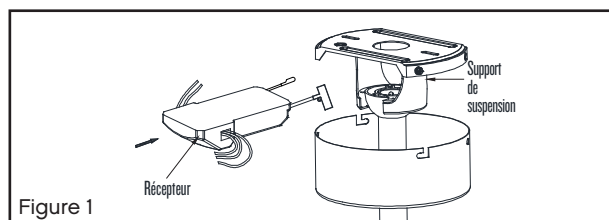

Figure 1
**1** Insérez le récepteur dans le support de suspension au plafond, le côté plat du récepteur faisant face au plafond. (Figure 1) Pour obtenir des résultats optimaux, assurez-vous que l'antenne noire et l'antenne Wi-Fi, à l'extrémité du récepteur, restent déployées et ne s'emmêlent avec aucun des fils électriques. Placez l'antenne Wi-Fi à l'extérieur de la monture et collez-le/fixez-le au plafond.